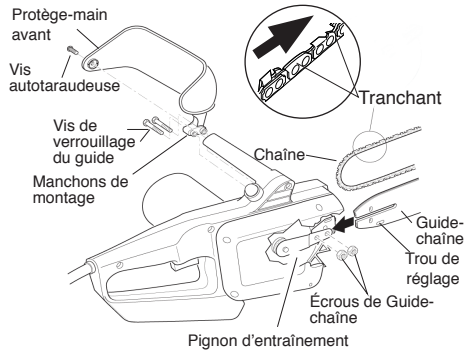

Figure 4 - Assemblage du guide-chaîne, de la chaîne et du protège-main
1. Antes de regular la cadena, asegúrese que las tuercas de la barra guía estén solamente ajustadas a mano (voir la Figure 4). También asegúrese que el bloque de regulación esté en el orificio ovalado de regulación de la barra guía (voir les Figures 4 y 5).